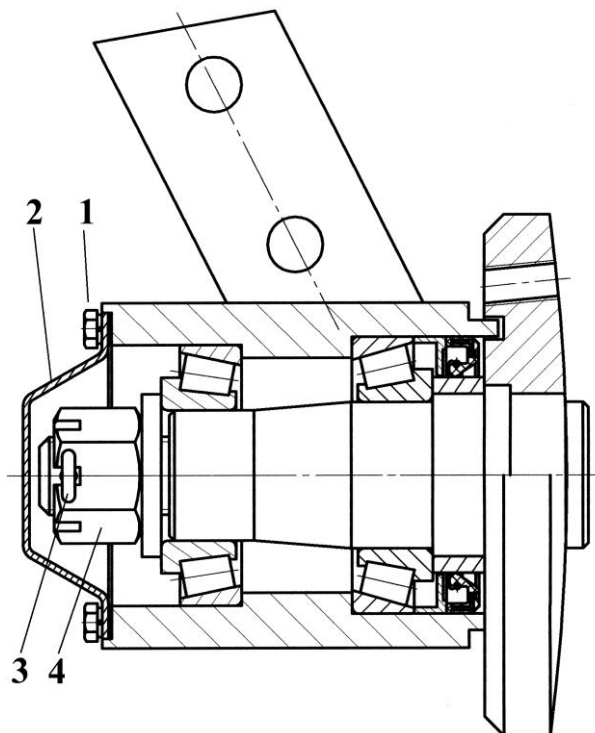

Рис. 6.2. Режущий узел
- открутить болты 1 (рис.6.2) и снять крышку ступицы 2;